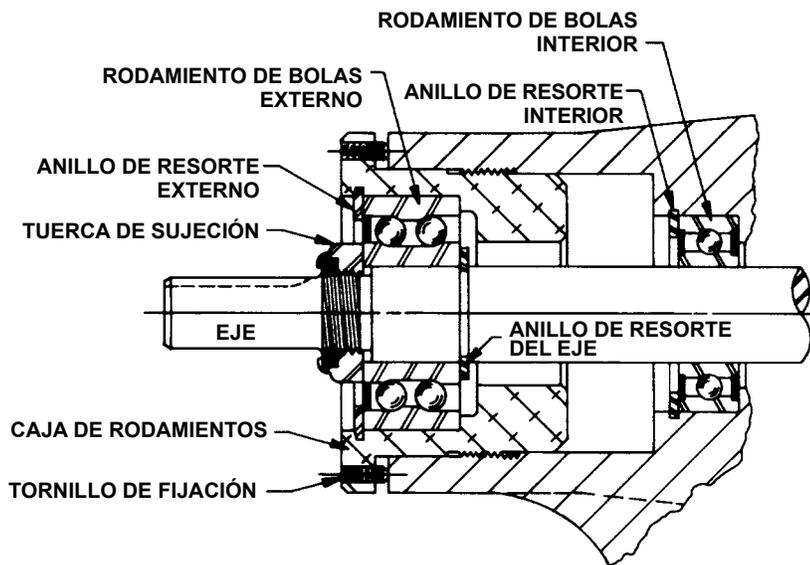

FIGURA 9 – CONJUNTO DE RODAMIENTOS DE EMPUJE DE LOS TAMAÑOS G, GG, H, HJ Y HL
6. Inserte una barra de bronce o un pedazo de madera dura en la abertura del puerto y entre los dientes del rotor para evitar que el eje dé vueltas. Gire la tuerca seguro en sentido contrario al de las agujas del reloj y retire la tuerca seguro. Consulte la **figura 9 ó 10** de la página 6.
7. Suelte los dos tornillos de fijación de la superficie de la caja de rodamientos y gire el conjunto de rodamientos en sentido contrario al de las agujas del reloj y retírelo de la carcasa. Consulte la **figura 9 ó 10** de la página 6.
8. **G, GG, H, HJ, HL:** Retire el anillo de resorte del eje. Consulte la **figura 9** de la página 6
G, GG, H, HJ, HL: Retire el anillo de resorte externo de la caja de rodamientos y retire el rodamiento de bolas. Consulte la figura 9.
13. G, GG, H, HJ, HL: Instale el anillo de resorte del eje en la ranura del eje. Consulte la **figura 9** en la página 6.
G, GG, H, HJ, HL: Instale el rodamiento de bolas en la caja de rodamientos con el lado del blindaje hacia el extremo de acoplado del eje. Consulte la **figura 9** de la página 6. Instale el anillo de resorte en la caja de rodamientos para retener el rodamiento de bolas. Este anillo de resorte tiene un borde ahusado para adaptarse a la ranura ahusada de la caja de rodamientos. El borde ahusado se encuentra lejos del rodamiento de bolas.